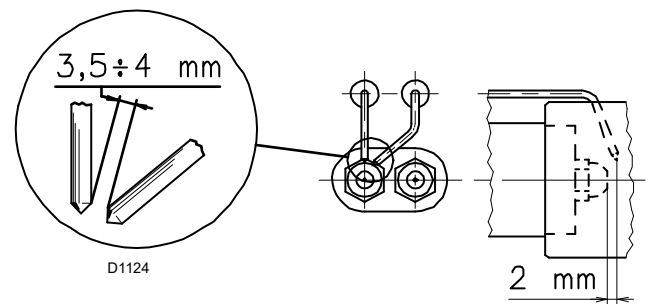

Fig. 14
Contrôler que les électrodes soient positionnées comme sur la Fig. 14, selon les dimensions indiquées.
- Le gicleur pour la 1re allure de fonctionnement est celui situé sous les électrodes d'allumage, Fig. 14 à la page 17.